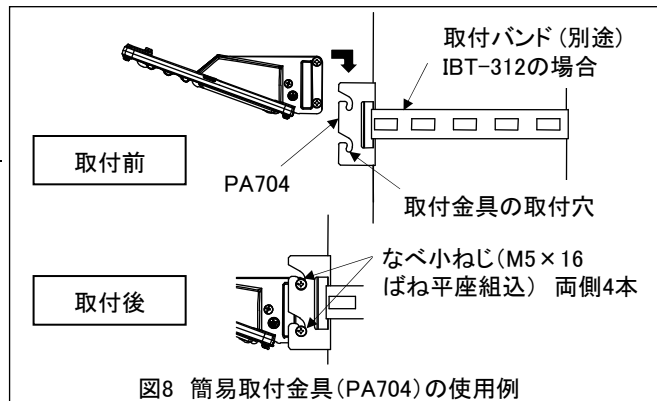

図8 簡易取付金具(PA704)の使用例
- ①簡易取付金具(PA704)の側面の角穴に取付バンド(別途・IBT-312×1本、又はSFT-N206×2本)を通し、柱に確実に固定してください。(図8取付前)
- ②照明器具の取付穴(4か所)に付属のなべ小ねじ(M5×16ばね平座組込)をあらかじめ半分程度通しておきます。
- ③②のねじをPA701の取付穴の下まで差込み、ねじを4か所確実に締めつけ、固定してください。(図8取付後)